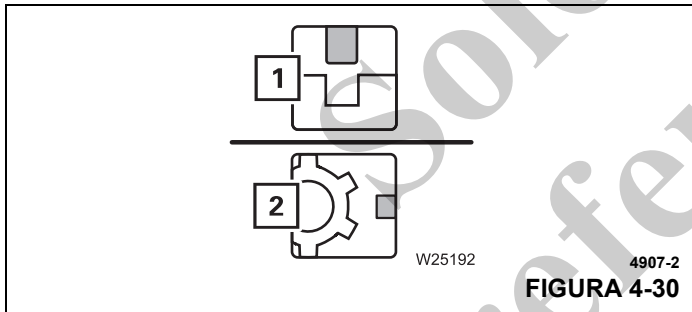

FIGURA 4-30
10. Desactive la corona de giro si va a trabajar en posiciones de 0° o 180° – el símbolo (1, Figura 4-30) toma el color rojo; consulte *Desactivación de la corona de giro*, página 4-90.
11. Desactive el bloqueo de la cabina (si está instalado) para otras posiciones de trabajo – el símbolo (2) toma el color rojo; consulte *Desactivación del bloqueo de giro en 360°*, página 4-45.